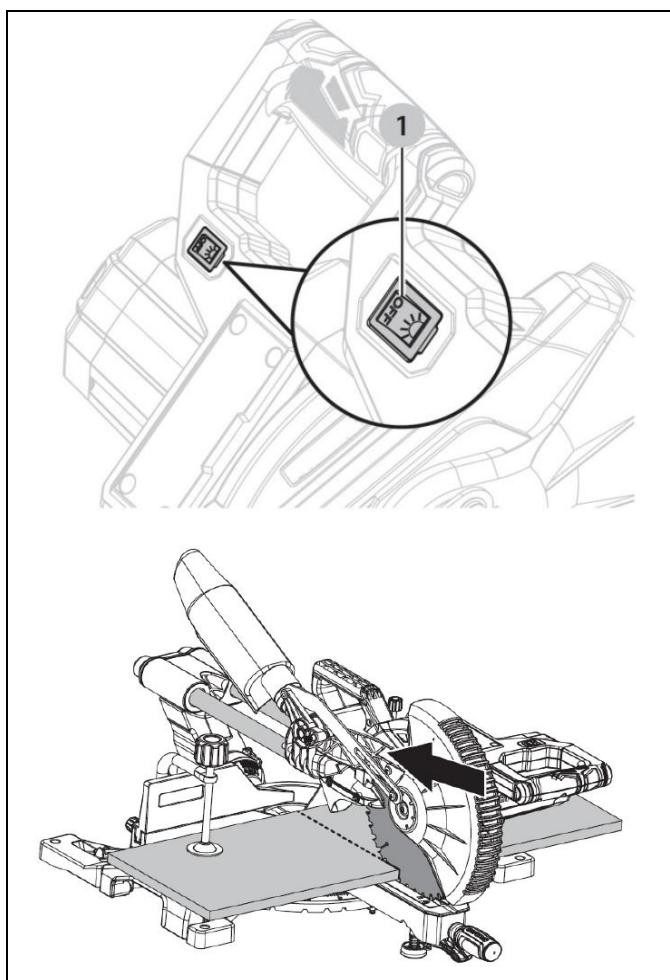

Рисунок 14
**5.2 Использование переключателя ВКЛ./ВЫКЛ. системы точного лазерного указателя линии реза (Рис. 14) (светодиод)**
- Система точного лазерного указателя линии реза оборудована переключателем ВКЛ./ ВЫКЛ. (ON/OFF) (1). Система лазерного указателя не зависит от куркового переключателя пилы.